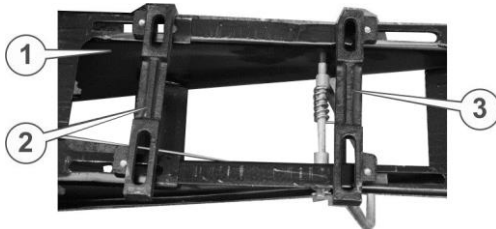

Рисунок 29. Рама
13. Послабити болти кріплення передньої (3) (див. рис. 29.) та задньої (2) балок кріплення двигуна на рамі (1). Виставити балки перпендикулярно рамі таким чином, щоб позовжня відстань між пазами балок дорівнювала позовжній відстані між кріпильними отворами в інсталяційних лапах двигуна.